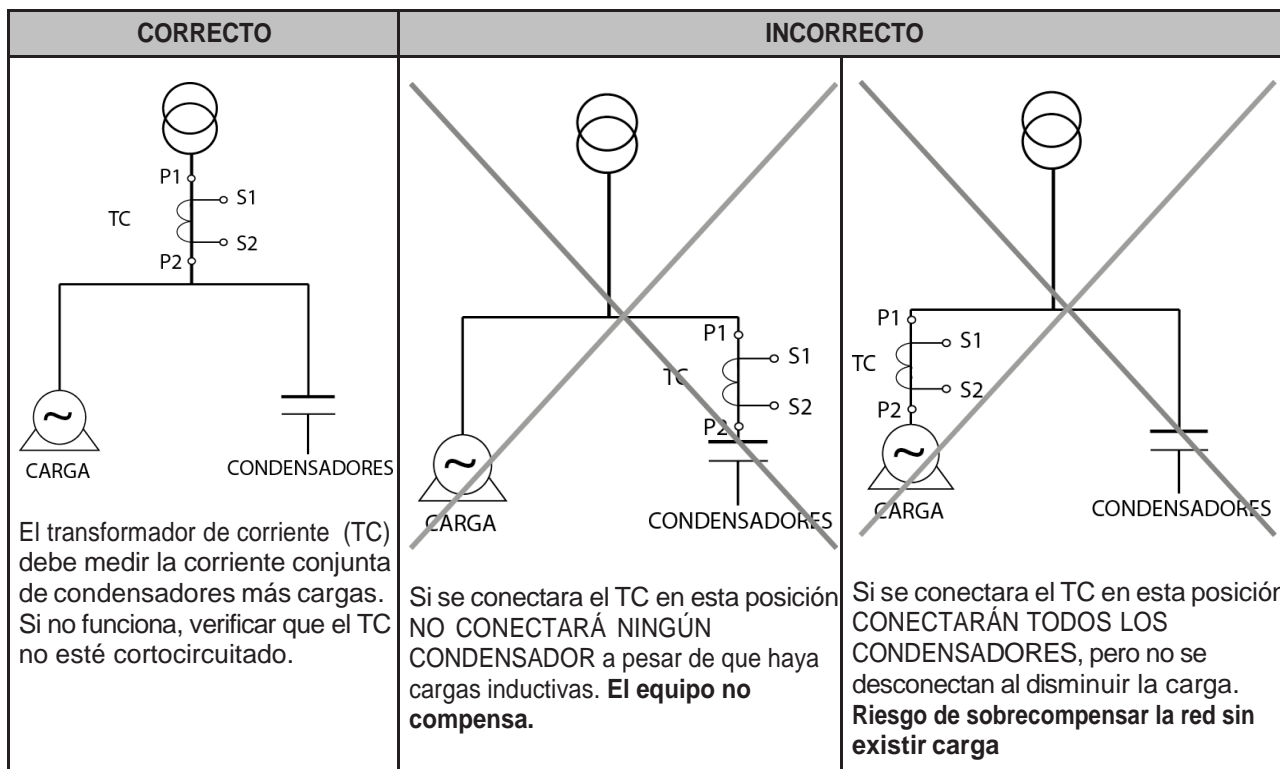

Figura 1: Ubicación del Transformador de corriente
El transformador de corriente (TC) debe instalarse en un punto de la acometida por el que circule la totalidad de la corriente de las cargas que se desee compensar más la corriente propia de los condensadores (ver **Figura 1**)